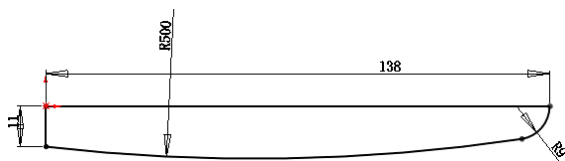

图 4-85 草图标注
- 03 单击【草图】选项卡中的【智能尺寸】，标注尺寸，如图 4-85 所示。